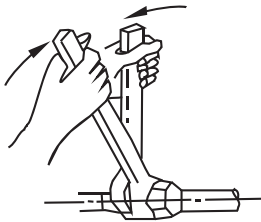

Fig. 12-2
- Colocar la tubería de conexión en la posición correcta, girar las tuercas con las manos y luego ajustarlas con una llave. (Ver Fig. 12-2).